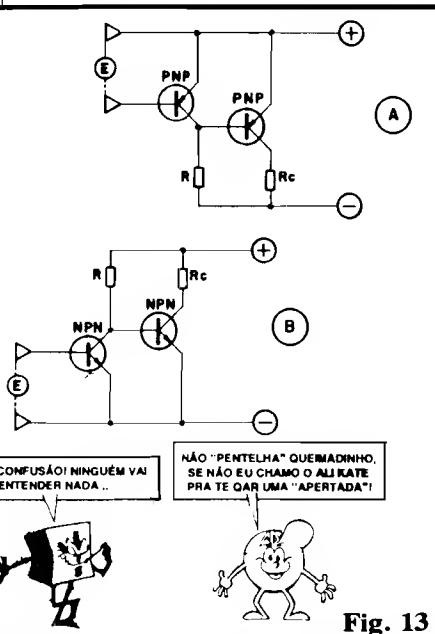

Fig. 13
- **FIG. 13-A** - Nessa configuração o resistor R e o primeiro transistor (PNP) constituem um "divisor" ou "derivador" de tensão, alimentando a **base** do segundo (também PNP). Assim, quanto menos polarização de **base** o primeiro receber, **mais** a **base** do segundo recebe (via resistor R), energizando proporcionalmente a carga (no **coletor** do segundo) representada por Rc.
- **FIG. 13-B** - Arranjo equivalente ao da fig. 13-A, porém agora com dois transistores NPN. O "comportamento" é em tudo igual ao diagrama da fig. anterior, porém considerando a inevitável "inversão" das polaridades. De novo o **primeiro** transistor mais o resistor R determinam um divisor de tensão variável, que fornece o sinal para a **base** do segundo, em proporção inversa à excitação de **base** aplicada ao **primeiro**. A carga Rc, no **coletor** do segundo transistor, recebe então a corrente final, após a dupla amplificação.